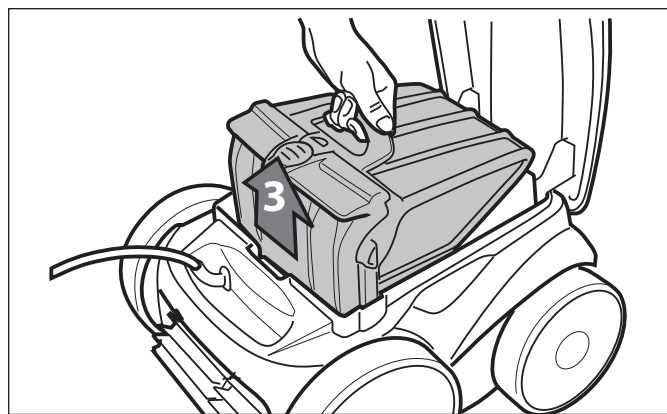

Figure 25. Retirer l'assemblage du filtre
6. Enlever l'ensemble du filtre du corps (3), comme illustré à la Figure 25.